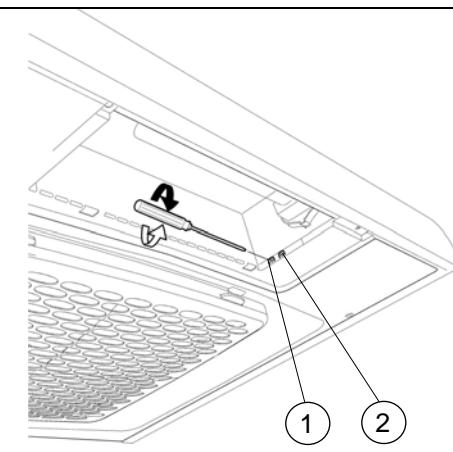

Fig. 8
Det er mulig å justere minimum og normal luftmengde ved hjelp av internt potensiometer, plassert i lampekammeret. Justering kan gjøres vha. et skrujern, som vist i **fig. 8**, der pos. 1 regulerer min. luftmengde og pos. 2 normal luftmengde (trinn 2 på hastighetsbryteren). For viftediagram se "Montasjeanvisning" for VR 300 ECV/B under "Oppstart/Innregulering".